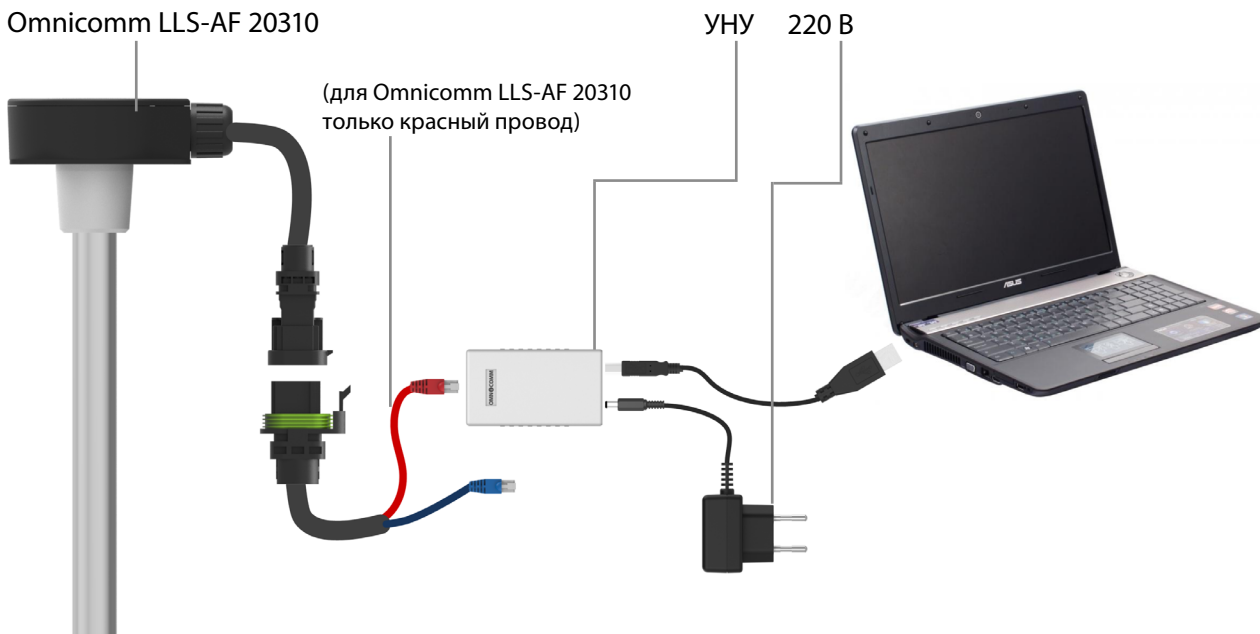
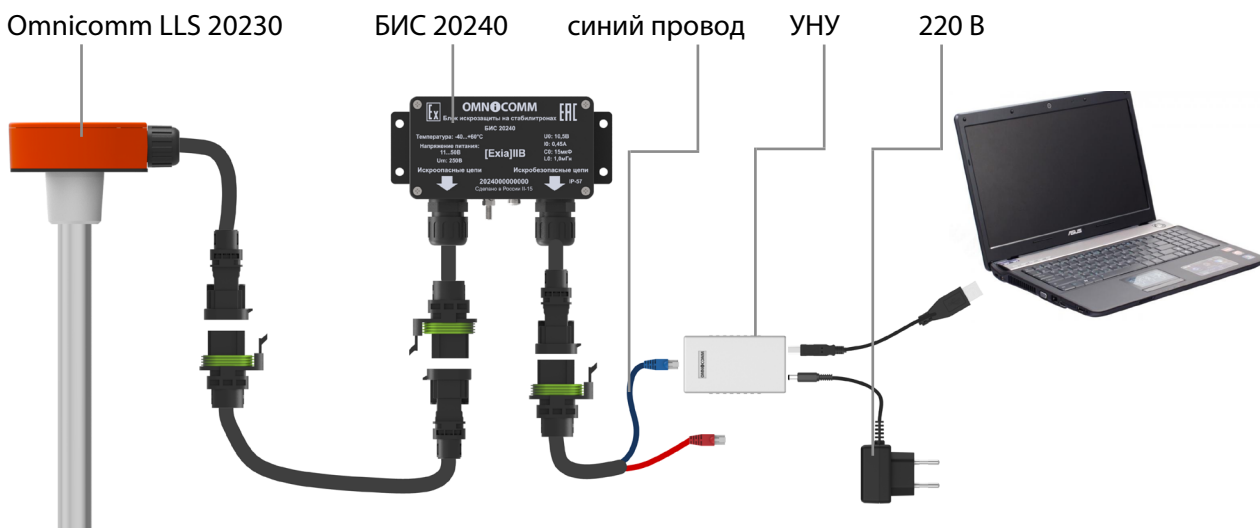

Рисунок 4. Подключение датчиков Omnicomm LLS 20160 и LLS-AF 20310 к ПК
Рисунок 5. Подключение датчика Omnicomm LLS 20230 к ПК
Подключите датчик к ПК согласно схемам: Omnicomm LLS 20160 и Omnicomm LLS-AF 20310 (Рисунок 4), Omnicomm LLS 20230 (Рисунок 5).
2. Подключите датчик Omnicomm LLS к ПК с помощью устройства настройки УНУ согласно схемам (Рисунок 4, Рисунок 5).